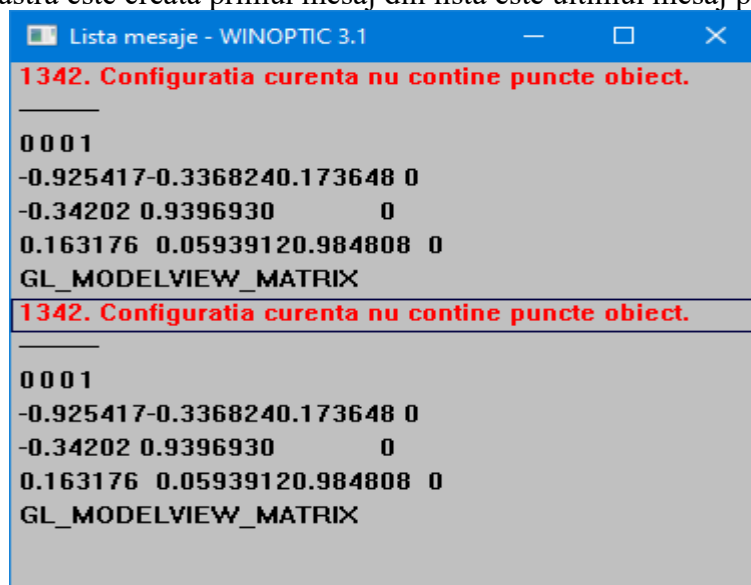

Fig. 4.11.1
- *Insereaza la inceput* – ultimul mesaj primit este la inceput de lista, incepand cu urmatorul mesaj primit; Setat are semnul de marcaj. (vezi Fig. 4.11.1)